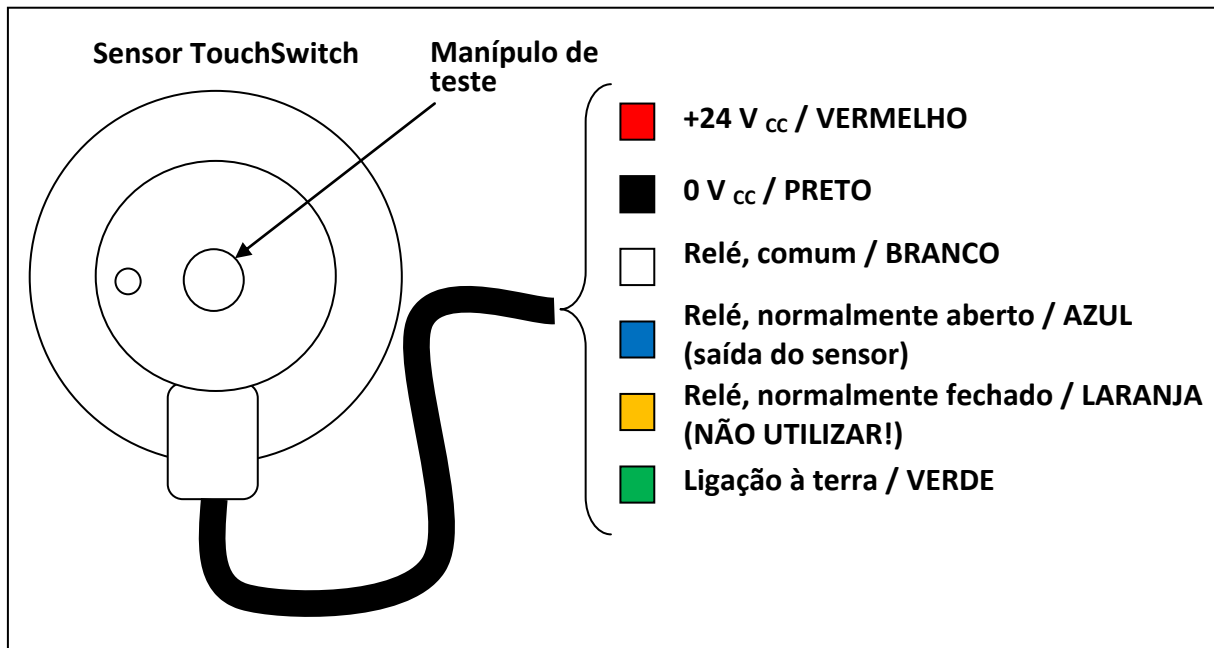

Figura 7 – Ligação elétrica do TouchSwitch™
- Consulte a Figura 7 relativamente a uma ilustração do processo de instalação.